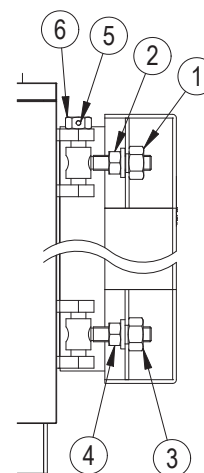

fig. 10
5.6.2 для моделей PREXTHERM RSW 720N÷1060N (рис. 10)